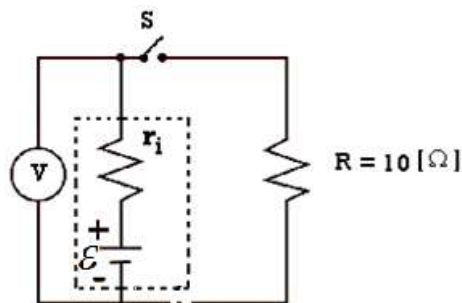

Figura 6.11 Circuito para obtener la resistencia interna
- j) Arme el circuito de la figura 6.11.
m) Cambie la pila nueva por la pila usada en el circuito de la figura 6.11 y repita los pasos indicados en los incisos e) y f).